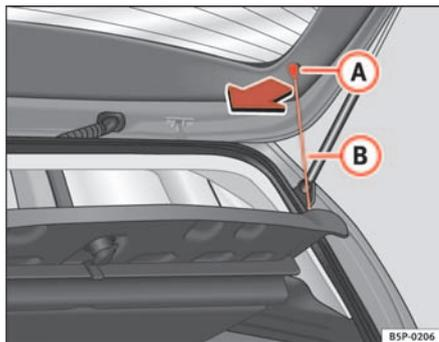

Fig. 119 Plage arrière
- Décrocher les tirants ⇒ fig. 119 **(B)** de leurs logements **(A)**